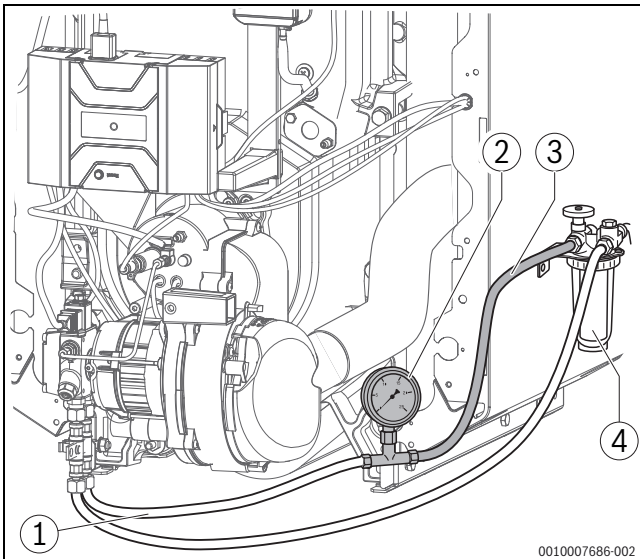

Bild 19 Ölfilter, Vakuummeter und transparenter Schlauch (dargestellt: 18-49 kW)
- ▶ Vakuummeter (→ Bild 19, [2]) mit transparentem Schlauch (→ Bild 19, [3]; Zubehör), wie dargestellt, zwischen Ölfilter (→ Bild 19, [4]) und Ölsaugleitung (→ Bild 19, [1]) montieren.
- ▶ Blasenfreiheit des angesaugten Öls über den transparenten Schlauch (→ Bild 19, [3]) kontrollieren.
- ▶ Ölabsperrhahn am Ölfilter (→ Bild 19) schließen und transparenten Schlauch (→ Bild 19) mit Vakuummeter (→ Bild 19) demontieren.
- ▶ Ölsaugleitung (→ Bild 19) an den Filteranschluss des Ölfilters anschließen.